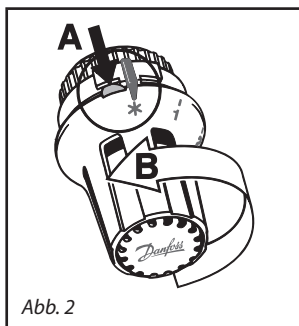

Abb. 2
1. Einstellhandgriff drehen, bis der »untere Begrenzungsknopf« sich unmittelbar links neben der Einstellmarke befindet (Abb.2).